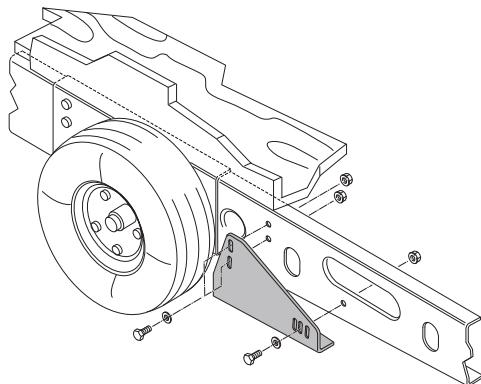

Fig. 13
- Velegnet til campingvogne på op til 1800 kg med et AL-KO Vario III / AV-chassis med en rammetykkelse på mindre end 2,8 mm (Fig. 13).